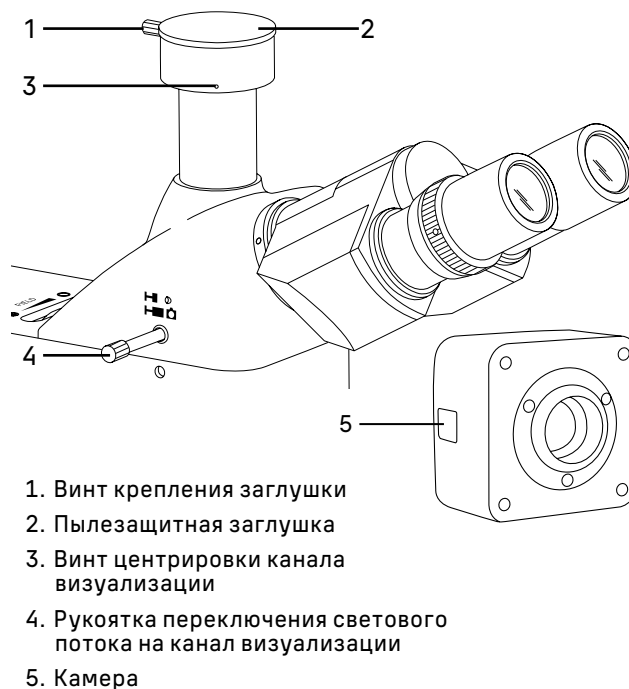

Рис. 13. Использование канала визуализации
Конструкция микроскопа предусматривает наблюдение объекта через окуляры и фотографирование объекта. Цифровая камера устанавливается в вертикальный тубус с каналом визуализации 22 (рис. 1), расположенный на верхней стороне тринокулярной насадки. В нерабочем состоянии он закрыт пылезащитной заглушкой 2 (рис. 13). Переключение на канал визуализации осуществляется при помощи рукоятки 4 (рис. 13). Рукоятка располагается с левой стороны тринокулярной визуальной насадки.
- Ослабьте винт крепления заглушки 1 (рис. 13). Уберите пылезащитную заглушку 2 (рис. 13) из вертикального выхода.
- В комплекте микроскопа есть переходник под крепление C-mount. Соедините камеру 5 (рис. 13) с переходником.
- Установите камеру 5 (рис. 13) в канал визуализации и закрепите ее винтом 1 (рис. 13).
- Выдвиньте рукоятку переключения светового потока 4 (рис. 13) до упора. Крайнее выдвинутое положение соответствует работе без использования канала визуализации.
- Включите камеру 5 (рис. 13) согласно инструкции, настройте изображение.
Если есть жесткое требование по синхронизации изображения в окулярах и камере (совпадение между центром и направлением изображения), необходимо отрегулировать канал визуализации при помощи трех винтов центрировки 3 (рис. 13).
- Установите рукоятку переключения светового потока 4 (рис. 13) в положение для наблюдения через окуляры. Наблюдая объект через окуляры, найдите отличительную точку в поле зрения (легко идентифицируемую цель, такую как точка S на рис. 14a), переместите объект на предметном столике так, чтобы данная точка находилась в центре поля зрения как показано на рис. 14b. Для этой процедуры вместо обычного объекта исследования удобно использовать специальный калибровочный слайд с перекрестием, а вместо обычного окуляра – окуляр с перекрестием.
- Вытяните рукоятку переключения светового потока 4 (рис. 13) в положение для фотографирования. Посмотрите объект наблюдения на экране монитора или дисплея, проверьте, находится ли изображение идентифицируемой точки в центре поля зрения. Если изображение точки отклоняется от центра поля зрения, отрегулируйте три центрирующих винта на канале визуализации, чтобы сместить идентифицируемую точку к центру.
- Подвигайте образец и проверьте, переместилось ли изображение образца на мониторе или экране дисплея в том же направлении, что и перемещался образец. Если изображение сдвигается в другом направлении, необходимо отрегулировать положение камеры. Ослабьте крепежный винт 1 (рис. 13), разверните камеру 5 (рис. 13), так, чтобы сделать отображаемое направление изображения в линию вдоль с направлением движения предметного столика, затем закрепите винт.